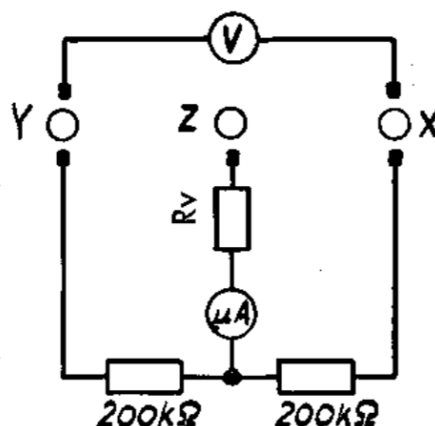

Fig. 1
A) Sender 10,7 MHz unmoduliert an Gitter der UCH 81 legen. μA -Meter mit Nullpunkt in der Mitte nach Fig. 1 an Buchsen Y-Z-X anschließen.